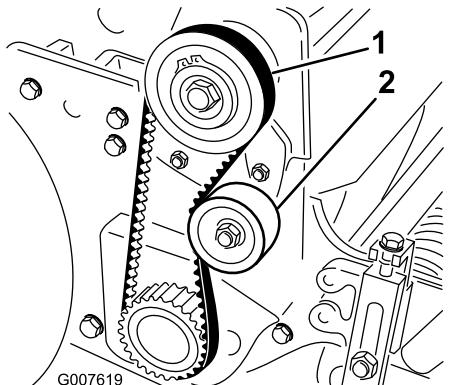

Figura 42
2. Compruebe la tensión presionando la correa en el punto intermedio entre las poleas (Figura 42) con una fuerza de entre 18 y 22 N. La correa debe desviarse 6 mm.
- A. Afloje la tuerca de montaje de la polea tensora y píven la polea tensora en el sentido de las agujas del reloj contra la parte trasera de la correa, hasta obtener la tensión deseada (Figura 42).